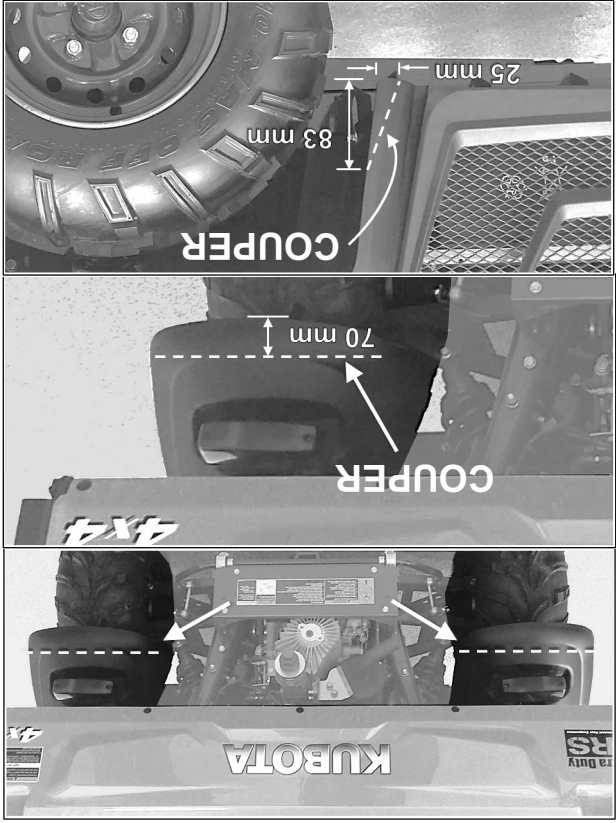

Fig. 31
4. Modifier (découper) les ailes arrière pour éviter les dommages au niveau des composants du véhicule et toute usure prématurée au niveau des chenilles. Voir la Fig. 31